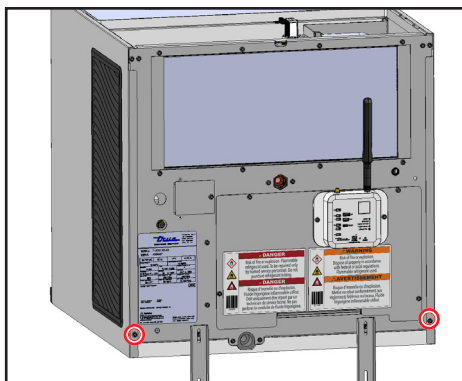

Fig. 5. Ubicaciones de los tornillos del panel lateral.
3. Retire el tornillo trasero del panel lateral. Consulte la fig. 5.